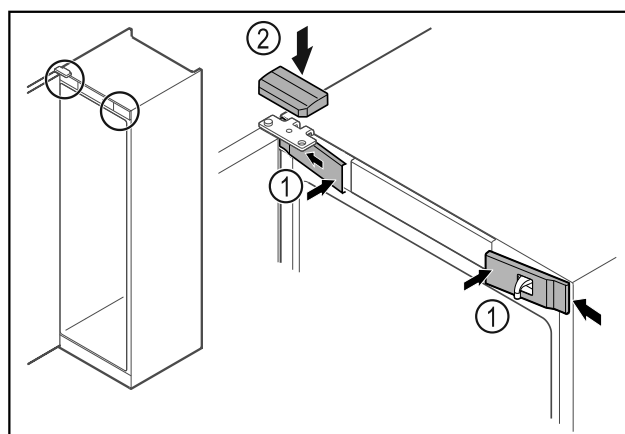

Fig. 47
- Зацепите сбоку и защелкните передние крышки Fig. 47 (1).
- Защелкните верхнюю крышку Fig. 47 (2) сверху.